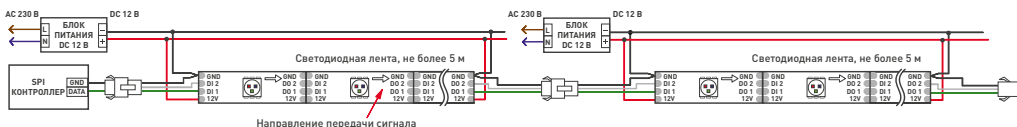
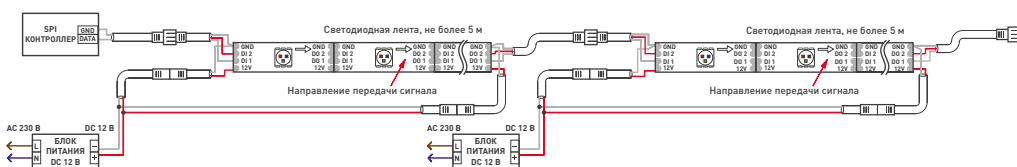
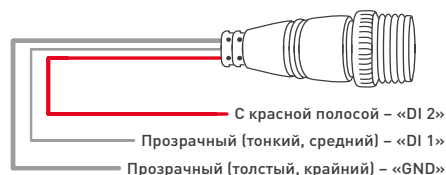

Рис. 1. Схема подключения ленты SPI-5000 и SPI-5000SE.
Рис. 2. Схема подключения ленты SPI-5000P и SPI-5000GR.
Рис. 3. Кабель для подключения открытой ленты и ленты с индексом «SE».
- Подключите ленту к выходу блока питания и к контроллеру согласно приведенной схеме (рис. 1 и 2), соблюдая полярность. При подключении лент и соединении отрезков учитывайте направление передачи цифрового сигнала, указанное стрелкой на ленте. Вход сигнала управления имеет обозначение «DI», выход – «DO». Для подключения используйте коннекторы из комплекта поставки. Руководствуйтесь маркировкой, нанесенной на ленту (см. таблицу и рис. 3 и 4).
- Подключите ленту согласно схеме (рис. 1 и рис. 2), соблюдая полярность и направление передачи сигнала, обозначенное стрелками на плате.
**Подавайте питание на каждые 5 м ленты (см. рис. 1 и 2).**